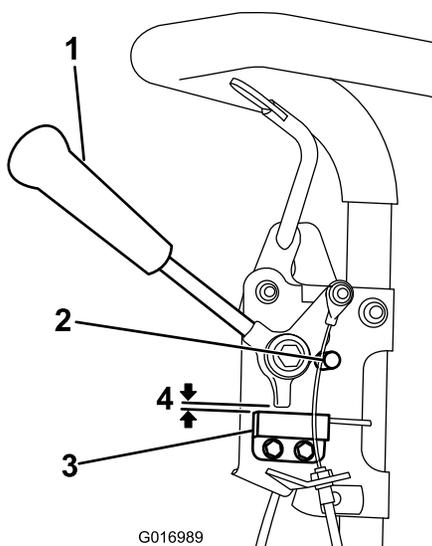

Рисунок 29
1. Убедитесь в том, что двигатель заглушен, а рычаг тяги отключен и опирается на упор нейтрали. (Рисунок 29).
2. Ослабьте крепежные детали блокировочного выключателя (Рисунок 29).
3. Установите регулировочную прокладку толщиной 0,8 мм между рычагом тяги и блокировочным выключателем (Рисунок 29).